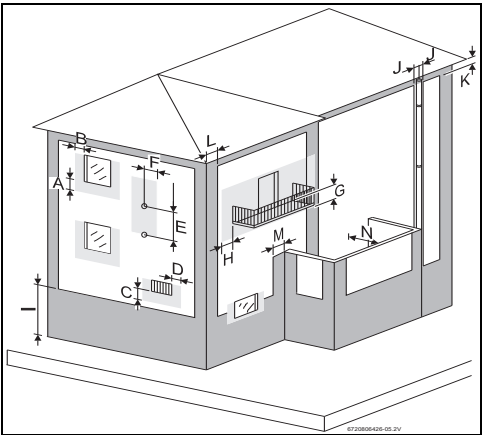

Fig. 8 Distâncias mínimas a pontos de exaustão
- ▶ Respeitar as medidas mínimas de instalação indicadas na Fig. 8.